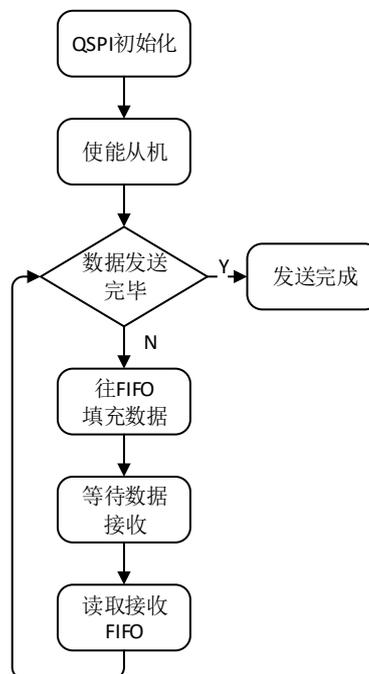

图 9 标准 SPI 模式单次传输流程图
a. 单次发送接收：在标准 SPI 模式下进行单次发送与接收时，QSPI 的处理流程与 SPI 的一致。在 QSPI 完成初始化后将从机使能打开，即将 SLAEN 位进行置 1，接着就往 FIFO 里面填充数据。每填充一次数据，QSPI 都会将其发送出去，然后等待 RFNEF 置 1（接收 FIFO 非空），最后将接收 FIFO 中的数据读取出来。具体流程见图 9。